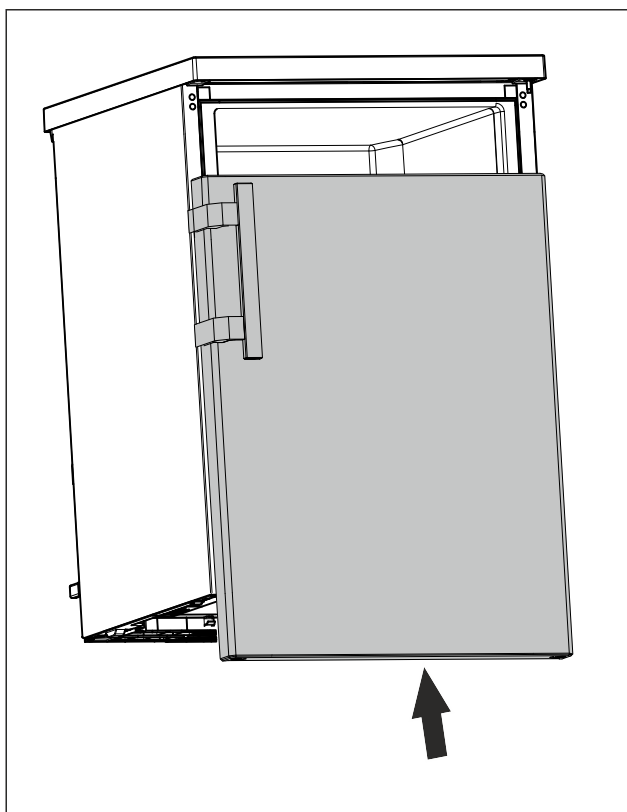

Fig. 15
- Skjut på dörr i stängt läge på övre bulten. (se Fig. 15)